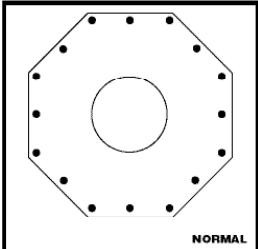
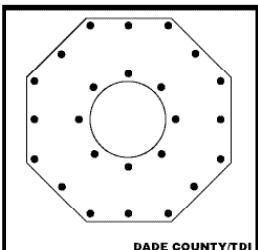

Figure 5A • Figura 5A
Figure 5B • Figura 5B
**Secure Base...** Secure the base to the roof using roofing nails (long enough to penetrate through the roof sheathing) approximately 1" from the exterior edge at all eight corners and at the center of all sides (**See Figure 5A**). For Miami-Dade and Texas Department of Insurance required installations, nail approximately 1" from the exterior edge at all eight corners and the center of all sides. Also, nail 1" from the stack at every 45 degrees (**See Figure 5B**). The bottom half of the flashing will be installed on top of the shingles. Exposed nail heads must be sealed with roofing cement or silicone.
**Fixer la base...** Fixez la base à la toiture à l'aide de clous à toiture (assez long pour pénétrer à travers le platelage de toit) environ 2,54 cm (1 po) à partir de la bordure extérieure à tous les huit coins et au centre de tous les côtés (**reportez-vous à la Figure 5A**). Miami-Dade et Le Département des assurances de Texas exigent un clouage d'environ 2,54 cm (1 po) à partir de la bordure extérieure et à tous les huit coins et au centre de tous les côtés. De plus, clouez à 2,54 cm (1 po) à partir de la cheminée à tous les 45 degrés (**reportez-vous à la Figure 5B**). La moitié inférieure du solin sera installée sur les bardeaux. Les têtes de clou exposées doivent être scellées à l'aide de bitume de collage ou de silicone.